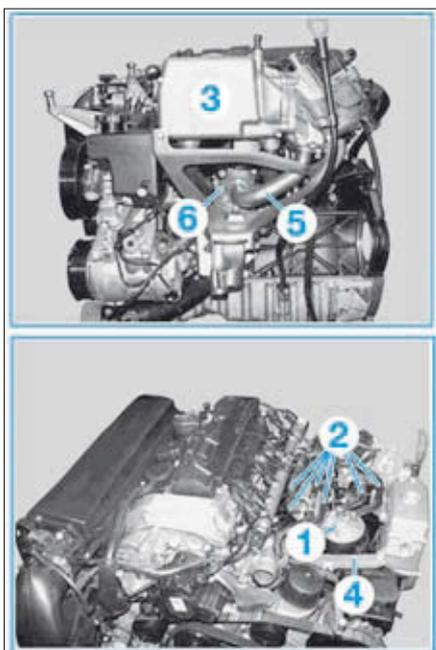
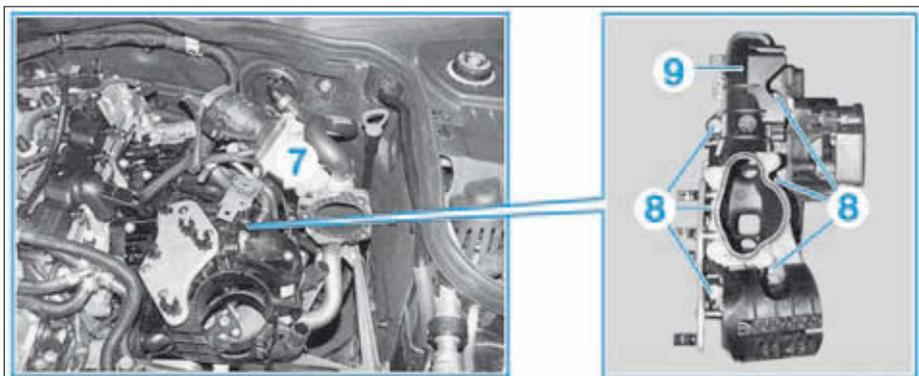
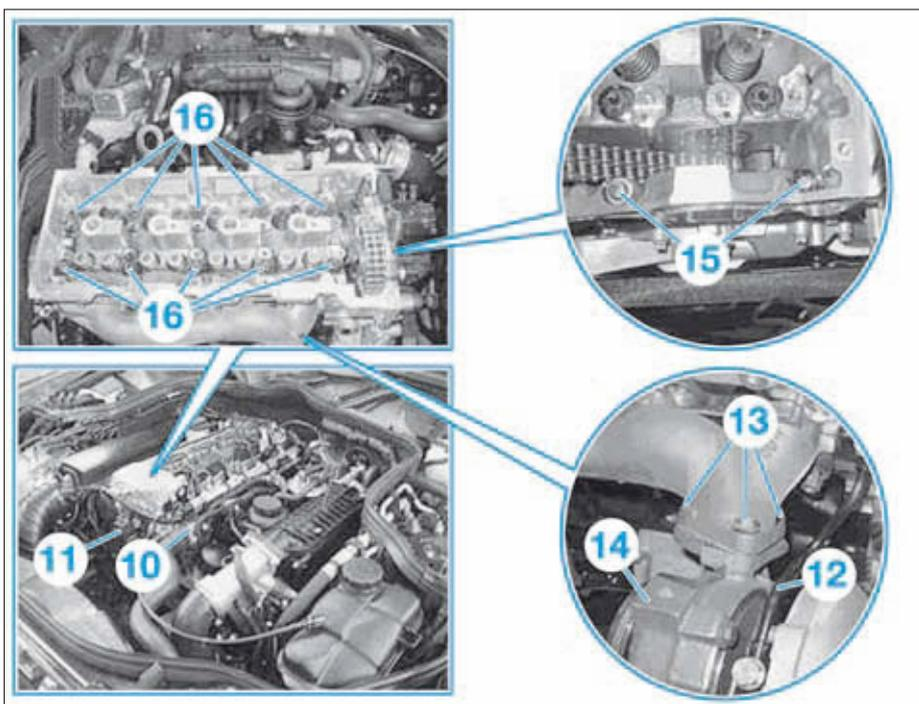

FIG. 56
FIG. 57
FIG. 58
- Contrôler la position de base des arbres à cames ; les différents repères (A), (B) et (D) doivent coïncider.
- Sans ouvrir le circuit, dégager le filtre à carburant (1) avec les durits (2) et le mettre de côté (Fig.56).
- Déposer l'échangeur eau/EGR (3) (voir opération concernée).
- le tirant (4),
- le tube de recyclage des gaz d'échappement (5),
- le boîtier de mélange (6).
- Déposer le collecteur EGR (7) (Fig.57).
- Déposer les vis (8) puis le collecteur d'admission (9).
- Débrancher les durits (10) au niveau du boîtier de thermostat (Fig.58).
- la pompe haute pression carburant (11) (voir opération concernée),